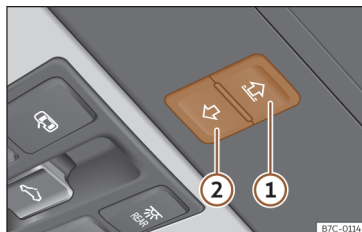

Fig. 63 No revestimento interior do teto: botão de função para utilizar a cortina de proteção contra o sol.
• Se ainda não se puder fechar, antes de passarem 5 segundos deslize o botão de função para trás sem soltá-lo >>> Fig. 63 até que a